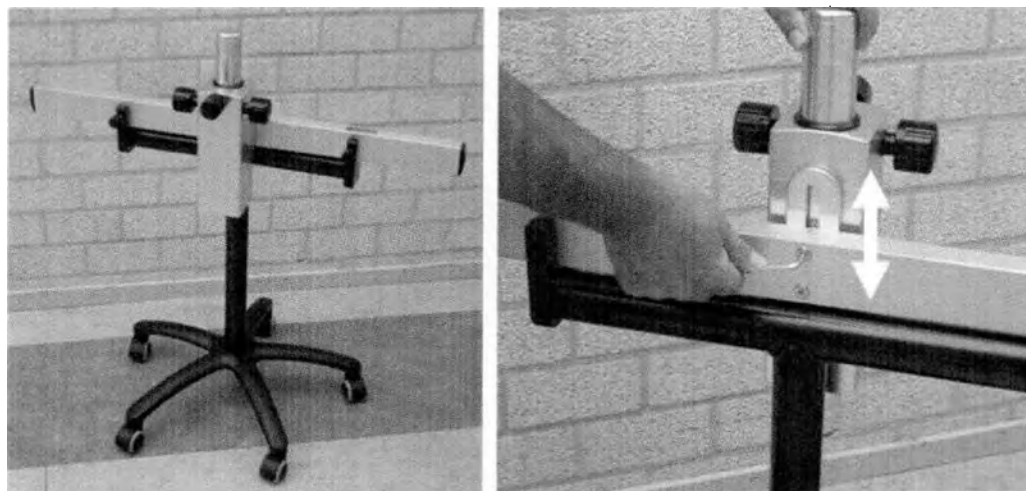

Рис. 3.4. Установка основания (слева) и регулировка высоты (справа)
- 3 Установите основание устройства пошагового перемещения на передвижную опору (рис. 3-4, слева).
- 4 При необходимости отрегулируйте высоту основания (рис. 3-4, справа). Ослабьте 2 винта с внутренним шестигранником (5 мм). Установите основание на необходимую высоту (максимальная высота — 75 мм). Затяните оба винта.